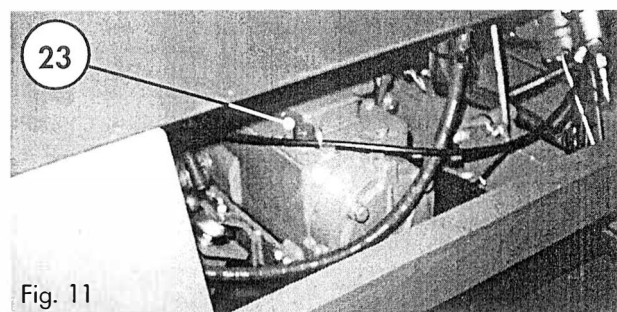

Fig. 11
- 4) Comprobar el nivel del aceite de la caja de cambios, mediante la varilla del nivel, (23) Fig. 11. Si es necesario, añadir el aceite recomendado a través del mismo agujero de la varilla de nivel.